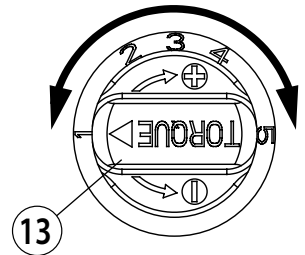

FIG. 3
3.3) Réglage du couple (Voir Fig. 3)